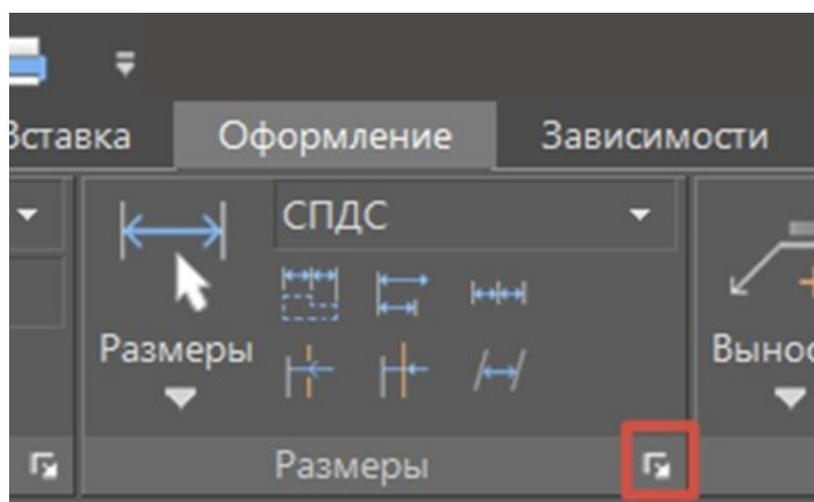

Рис. 4.41
2. На панели Размеры нажать на стрелочку, расположенную справа внизу (рис. 4.41):